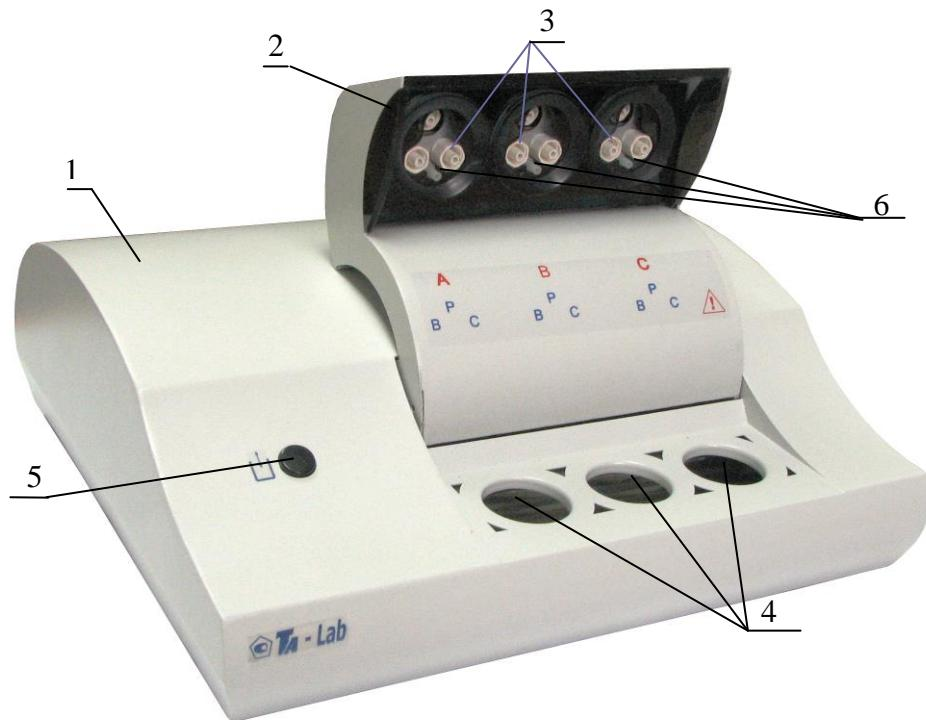

Рисунок 1 – Анализатор TA-Lab (вид спереди)
Анализатор содержит три электрохимические ячейки. Регистрация вольтамперограмм (зависимостей тока от приложенного к электродам потенциала) происходит одновременно в трех ячейках в соответствии с одинаковыми параметрами измерений. Электрохимические ячейки анализатора предназначены для измерений вольтамперометрическими методами и содержат по три электрода: рабочий электрод, вспомогательный электрод и электрод сравнения. Расположение электродов в вольтамперометрических ячейках анализатора представлено на внутренней стороне подъемного кронштейна анализатора. Ячейки имеют двойную степень защиты (рисунок 1).
Конструктивно анализатор представляет собой прибор настольного исполнения (рисунок 1), состоящий из металлического корпуса 1, внутри которого находится две ультрафиолетовые лампы из увиолевого стекла. Корпус анализатора изготовлен из коррозионностойкой стали. В верхней части анализатора расположен подъемный кронштейн 2, в котором установлены гнезда 3 для крепления электродов и штуцера 6 для установки трубочек для подачи газа в ячейки. Под кронштейном расположены гнезда 4 для установки стаканчиков с анализируемым раствором. На передней панели расположена кнопка 5 управления подъемом кронштейна.
2.2.1.2 Подъем и опускание кронштейна анализатора проводится нажатием кнопки 5 (рисунок 1).
2.3.2 Подождать, пока кронштейн для установки электродов 2 (рис. 1) поднимется в крайнее верхнее положение.
2.3.4 Налить в каждый кварцевый стаканчик 9-11 см3 фонового раствора. Вставить стаканчики в гнезда для установки стаканчиков 4 (рисунок 1).
2.3.5 Нажать на кнопку управления подъемом кронштейна 5 (рисунок 1).
2.3.6 Подождать, пока кронштейн 2 для установки электродов (рисунок 1) опустится в крайнее нижнее положение.